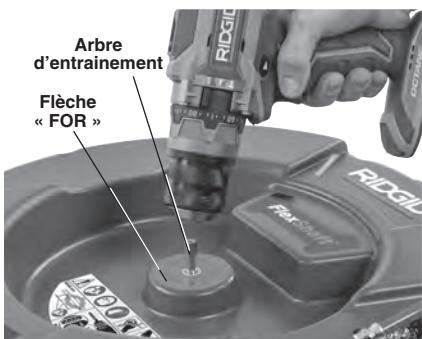

Figure 4 – Montage de la perceuse sur l'arbre d'entrainement
7. Retirez le bloc-piles de la perceuse. Préparez la perceuse selon les indications de la section *'Préparation et utilisation de la perceuse à piles'*. Serrez le mandrin de la perceuse sur l'arbre du dégurgeoir (Figure 4).
La perceuse doit être équipée d'une gâchette à contact momentané et non verrouillable. Cela assurera que la perceuse ne fonctionnera que lorsque l'utilisateur continue d'appuyer sur sa gâchette. Le fait de lâcher la gâchette arrête la perceuse. Mettez la perceuse en position « FOR » (marche avant) selon la *Figure 4*.